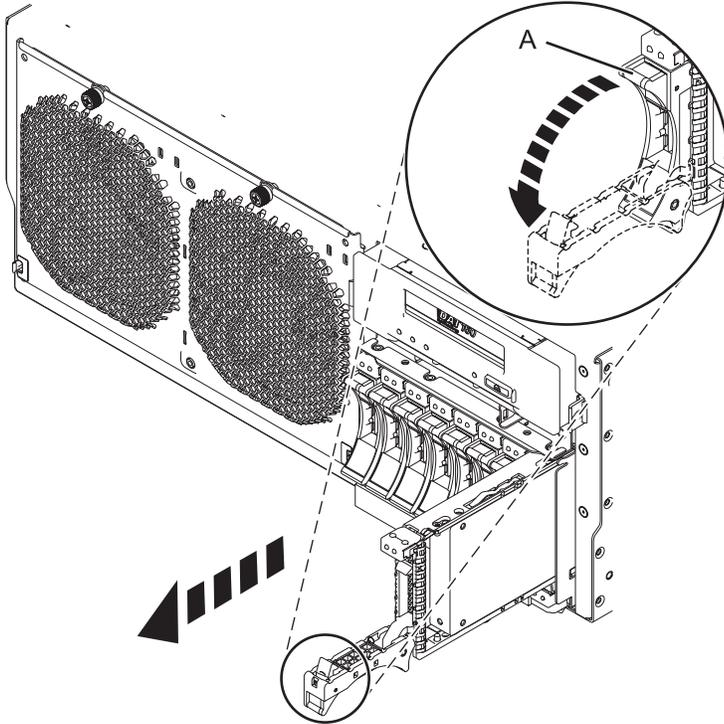

Figure 3. Retrait de l'unité de disque du fond de panier
- 2) Placez une main sous l'unité de disques et tirez avec précaution l'unité de disques du système, comme indiqué dans la figure 3, à la page 6.